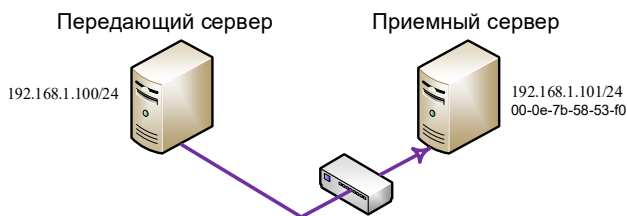

Рис. 5. Прямое подключение приемного и передающего компьютера
1. Прямое подключение приемного и передающего компьютера (Рис. 5), при котором компьютеры находятся в одной сети или включены в различных сетях и являются граничными устройствами для входа в эти сети (имеют внешний IP). Изделие включено непосредственно между передающим и приемным компьютером.